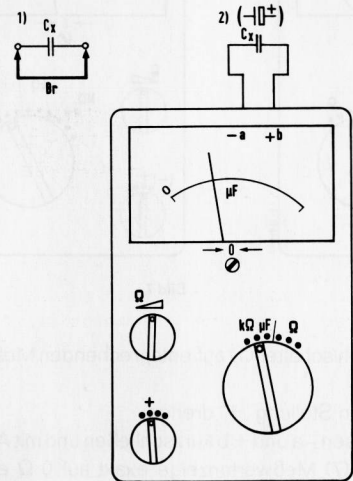

Bild 9
- Meßobjekt durch Kurzschließen der Anschlüsse entladen (Bild 9)
- Meßbereichswahlschalter (1) auf gewünschten Bereich einstellen (siehe Tabelle 1)
- Polwender (2) in Stellung „+“
- Meßobjekt nach Bild 9 anklemmen und Maximalwert des Zeigerausschlages auf μF -Skala ablesen.